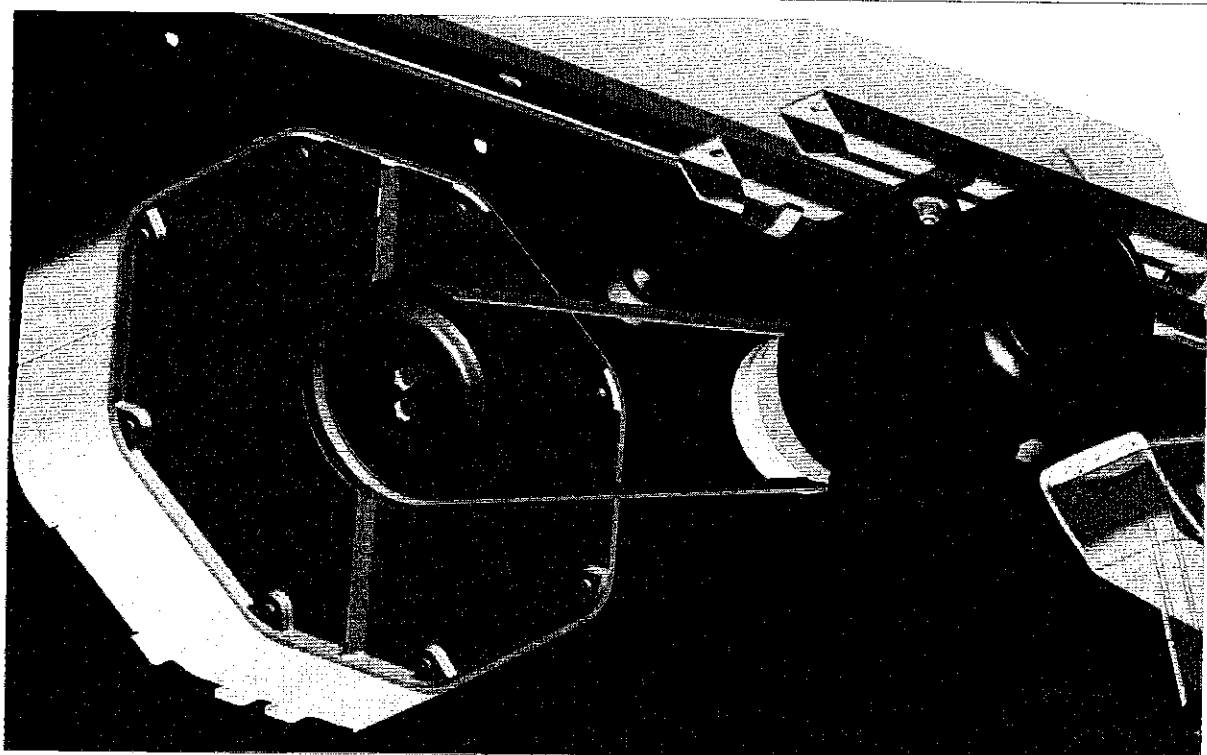

Fig. 8-52
- 2) Smontare le protezioni trasmissione e le cinghie di trasmissione fig. 8-52.